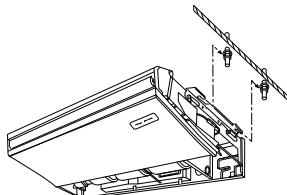

Fig. 3-6
1) Suspender l'appareil directement (Fig. 3-6)